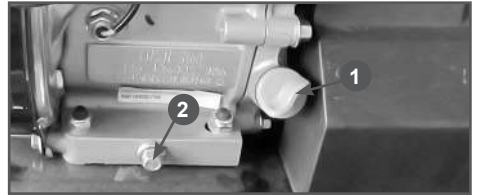

Рис.19 Замена моторного масла
1. Извлеките масляный шуп(1) Рис.19 из заливной горловины.
2. Открутите сливной болт(2) Рис.19 и слейте масло в подходящую емкость.